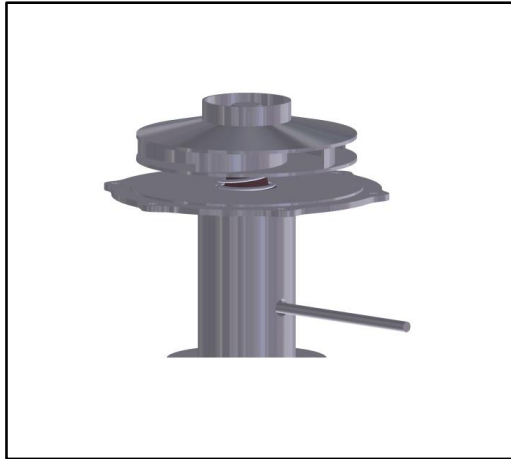

Figura 27: travamento do eixo para rosquear o rotor.
- i) Utilizando uma barra redonda, trave o eixo pelo orifício do mancal, rosqueie o rotor manualmente até o final da rosca e aperte utilizando uma chave 3/4" (figura 27). Para facilitar o trabalho e evitar uma fricção indesejada, passe uma pequena quantidade de graxa na ponta do eixo antes de rosquear o rotor.